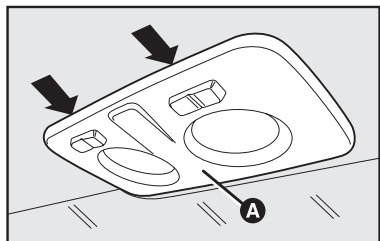

fig. 21
- actuar en los puntos indicados por las flechas y remover el plafón **A-fig. 21**, cuidando para no dañar el revestimiento del techo y el plafón con la herramienta;